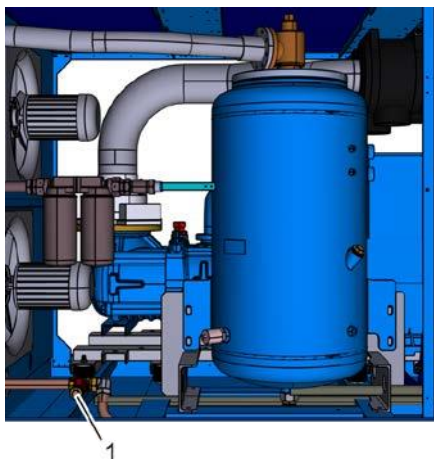

Рис. 39: Отверстие для слива охлаждающей жидкости
5. Осторожно откройте отверстие для слива охлаждающей жидкости (Рис. 39/1) и проверьте вытекающую жидкость.
7. Закройте отверстие для слива охлаждающей жидкости (Рис. 39/1) ☞ Приложение В «Моменты затяжки винтов» на странице 119.